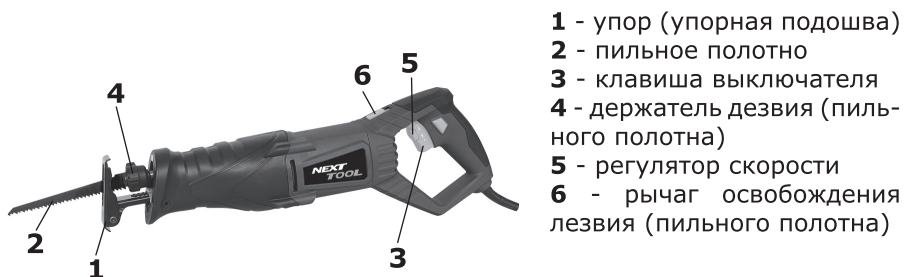

рис. 1
1.6 Общий вид пилы представлен на рис.1
1.7 Однофазный коллекторный двигатель и приводной механизм пилы расположены в пластиковом корпусе. Корпус, состоящий из двух половин (правой и левой), выполнен заодно с рукояткой, расположенной сзади двигателя. Крутящий момент с якоря электродвигателя, через шестерню преобразуется в редукторе в возвратно-поступательное движение штока. На стволе штока расположен держатель лезвия (рис.1 поз.4), в который крепится пильное полотно (рис.1 поз.2). Рабочим инструментом пилы являются пильные полотна с универсальным хвостовиком 1/2".
1.8 Клавиша выключателя (рис.1 поз.3) расположена в передней части рукоятки. Включение пилы осуществляется нажатием на клавишу выключателя указательным пальцем. Регулятор скорости (рис.1 поз.5) вмонтирован в клавишу выключателя. С его помощью устанавливается необходимая скорость хода пильного полотна.
При выборе скорости движения пильного полотна необходимо оценить материал заготовки. Чем твёрже распиливаемый материал, тем ниже скорость, устанавливаемая регулятором (рис.1 поз.5).